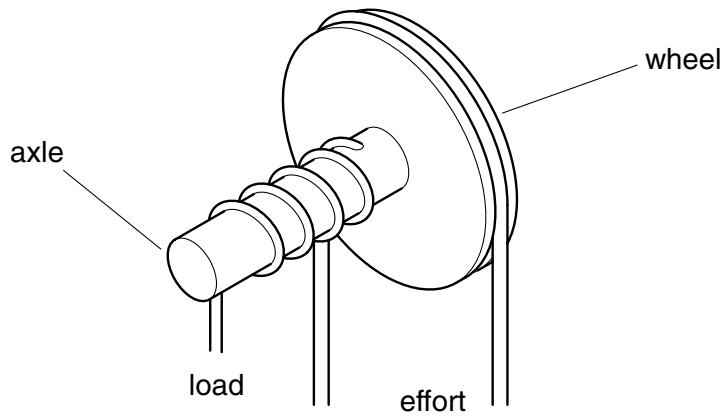

Fig. 13
- (d) Fig. 13 shows a wheel and axle mechanism.